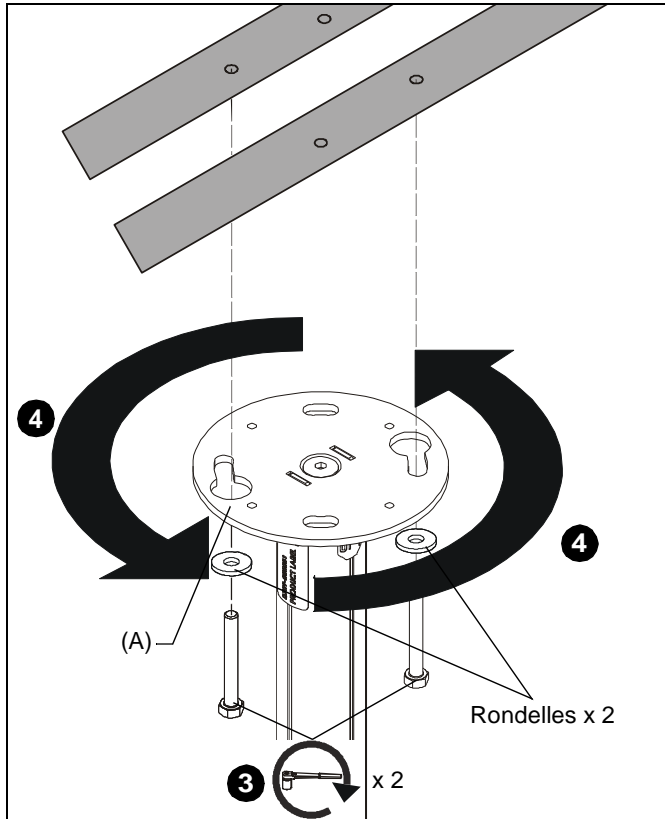

Figure 4
3. Installez librement deux vis tire-fond de 8 mm x 7 mm (5/16" x 2-3/4") (minimum) (non incluses) dans deux rondelles de 8 mm (5/16") (non incluses) dans les coins opposés de trous percés dans les contreventements transversaux des montants en bois. (Voir la Figure 4)
4. Placez la plaque pour plafond (A) jusqu'au plafond et tournez jusqu'à ce que les vis tire-fond fixent la plaque en position. (Voir la Figure 4)